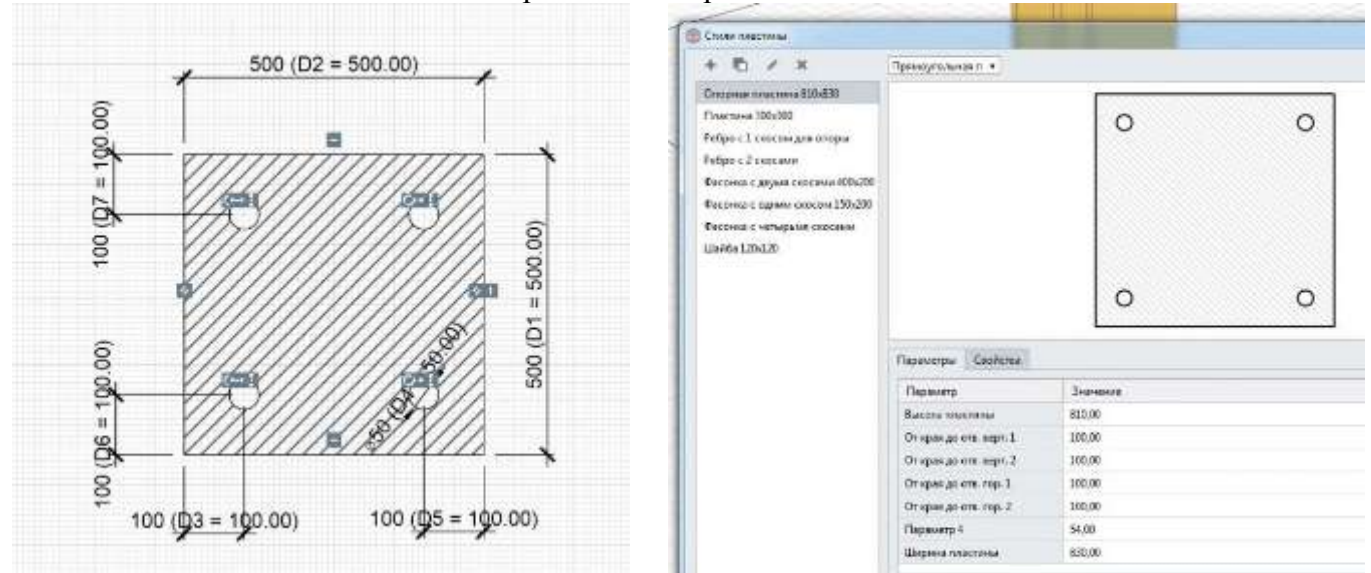
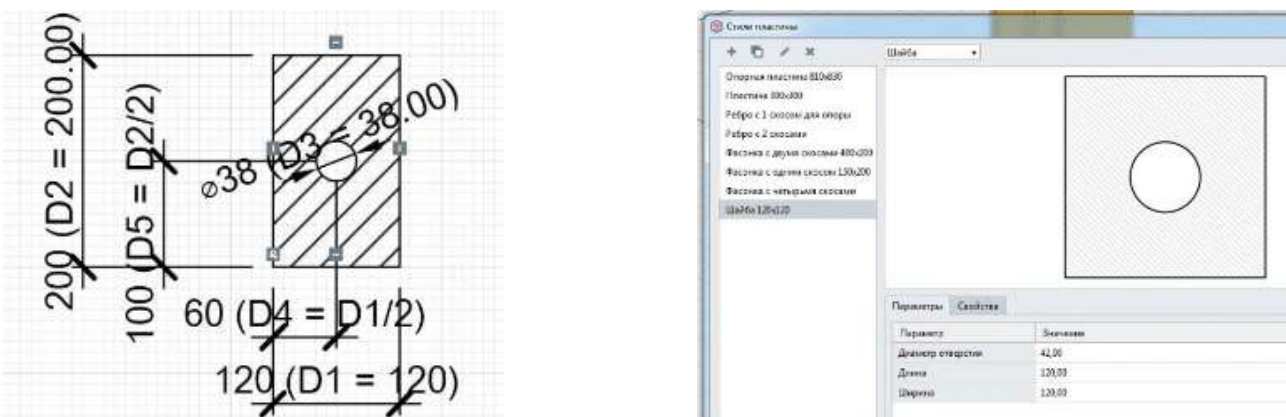

Рисунок 14.5 - Итоговый стиль пластины в редакторе профилей и с итоговыми размерами
Рисунок 14.6 - Стиль шайбы в редакторе профилей с итоговыми размерами
3. Добавляем необходимые параметры. Например, общие габариты и расстояния отверстий до края пластины. Кроме того необходимо будет изменять диаметр отверстий для анкеров. Итоговый стиль пластины показан на рис. 14.5. На рис. 14.6 показан стиль шайбы.